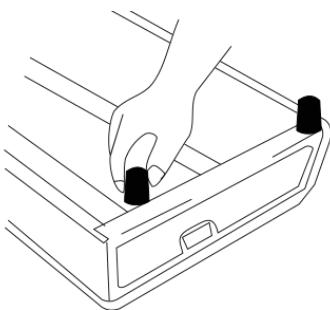

Fig. 12
4. Ataşaţi picioarele de cauciuc la aragaz, întorcând aragazul cu susul în jos și însurubându-le în deschizăturile de pe fundul aragazului.(Fig. 12)